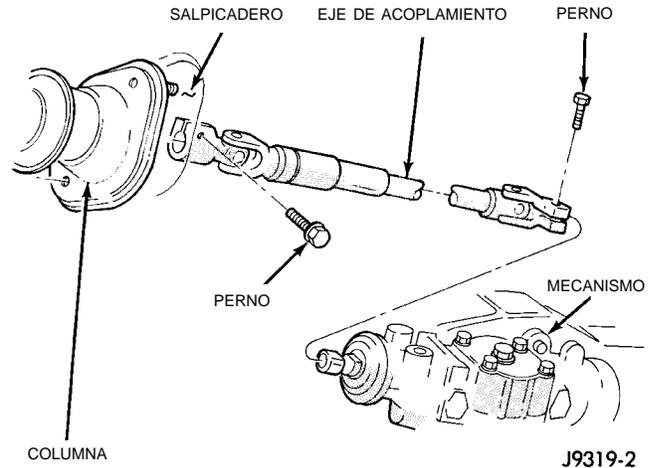

Fig. 2 Eje de acoplamiento
- (1) Coloque las ruedas delanteras en línea recta hacia adelante, con el volante de dirección centrado.
- (2) Desconecte y tape las mangueras de presión y retorno del mecanismo de dirección.
- (3) Separe del mecanismo el eje de acoplamiento de la columna (Fig. 2).